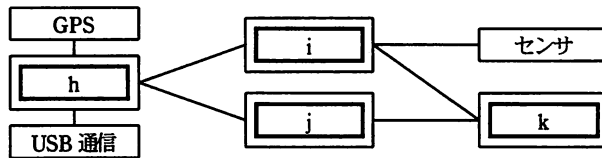

図 5 天体望遠鏡のタスク構成図
- (1) 図 5 に示す天体望遠鏡のタスク構成図中の h ～ k に入る適切なタスク名を答えよ。